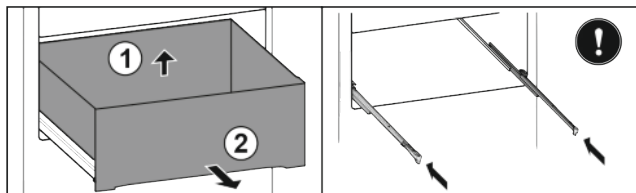

Fig. 37*
- ▶ Unieść szufladę z tyłu Fig. 37 (1).*
- ▶ Wyjąć do przodu Fig. 37 (2).*